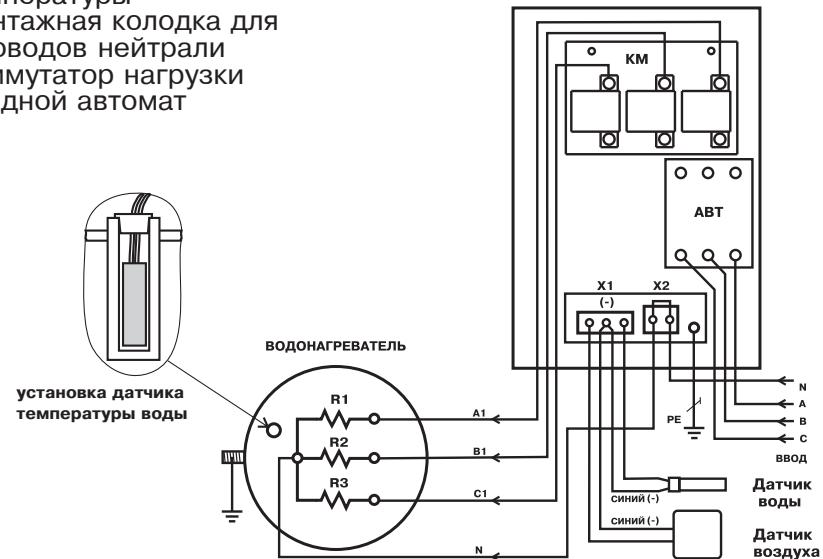

Рис.2 Схема подключения панели управления
5.2. Эксплуатация панели должна осуществляться только при условии ее подключения в соответствии со схемой подключений (Рис.2).
6.3. Подключить панель к питающей сети кабелем соответствующего сечения исходя из номинальной мощности электроводонагревателя согласно схеме подключений Рис.2 настоящего паспорта. Если используется одножильный медный провод, то необходимо тщательно зачистить и облудить присоединяемые концы. При использовании многожильного кабеля его концы необходимо тщательно зачистить и обжать контактным наконечником.
Во избежание искрения, места присоединения проводов необходимо тщательно затягивать. Ввод кабелей и проводов осуществляется с учетом сохранения степеней защиты панели. При подключении панели ПУ ЭВТ-И1 к однофазной сети переменного тока необходимо соединить вместе клеммы А, В, С вводного автомата и подключить их к фазному проводу питающей сети. Нулевой провод питающей сети подключается согласно схеме Рис.2.
6.4. Установить датчик температуры воды, выполненный в виде гильзы из нержавеющей трубы, в специальное герметичное отверстие в водонагревателе. Для этого необходимо извлечь защитную пробку из отверстия, поместить в него датчик до упора и зафиксировать его пробкой, входящей в комплект датчика, (см.Рис.2). Датчик температуры воздуха необходимо установить в помещении на высоте 1.4 - 1.5 м от пола, исключив прямое воздействие на него потоков воздуха от нагревательных приборов, вентиляторов и.т.д.. Нагрев корпусов датчиков при монтаже не должен превышать их максимальную рабочую температуру. Подключить датчики к монтажной колодке X1 в соответствии со схемой Рис.2, обращая особое внимание на полярность датчиков. Провода датчиков синего цвета, помеченные знаком (-) подключаются на среднюю клемму колодки X1. Датчики подключаются медными проводами сечением 0.5- 0,75кв.мм необходимой длины. При длине провода более 10 метров желательно использовать провода свитые в пары (не более 50 метров).
6.5. Подключить панель к электроводонагревателю согласно схеме подключений Рис.2 кабелем соответствующего сечения исходя из номинальной мощности электроводонагревателя.
6.6. Выполнить заземление (защитное зануление) корпуса панели в соответствии со схемой подключений Рис.2 .